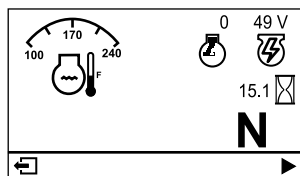

Figure 23
- **Écran d'information principal (Figure 23)** : il affiche les données actuelles de la machine quand la clé est à la position CONTACT.